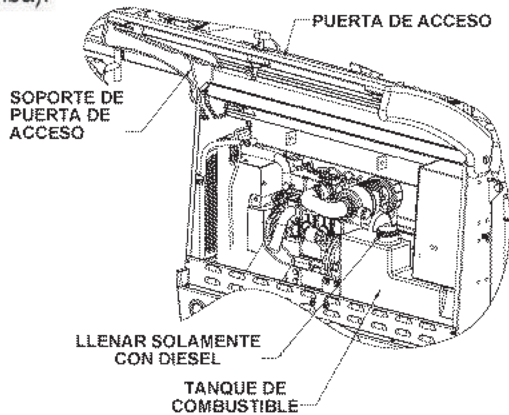

Figura 12. Abasteciendo combustible
2. Levante la puerta de acceso de la **CTI4500** (Figura 12) del lado contrario al panel de control. Ajuste el soporte de retención de la puerta para mantenerla abierta (hacia arriba).
3. Quite la tapa del tanque del combustible, como se muestra en la Figura 12.